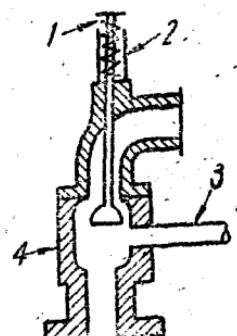

图3 进气閥及預燃室
(2) 进气閥 新混合气由节流閥通过进气閥进入汽缸。进气閥是被一个軟彈簧向上撑着，以保持它經常关闭。这彈簧不可太硬，否則將影响进气量；也不可太軟，它必需要能保证进气閥的經常关闭，否則进气閥若关闭不严，会发生回火現象；进气閥的开度以10至12厘米为适当。这个距离的調節，是靠一个定距管来調節的。要它开大些，就用一个較短的定距管；要它开小，就用一个較長的定距管，但不宜开得过大，开得过大时，反而会减小进气量，因为进气閥將会堵塞住預燃室的下口。請參閱图3。
(3) 預燃室 这部分的所以必要，是因为有了它才能保持每次爆炸时有一部分最純洁的新混合气，从这里先点燃起来。預燃室（它虽然也叫預燃室，可是与一般內燃机書里所称的預燃室有不同的定义）在第三方案里已被取消，下面再詳談。
(4) 小擋板 小擋板是裝在汽缸上部預燃室的正下方，見